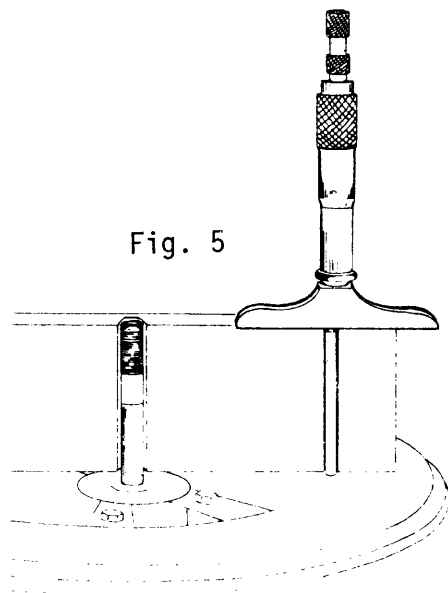

Fig. 5
- g Determine la altura del espaciador del anillo de tope (fig. 5).